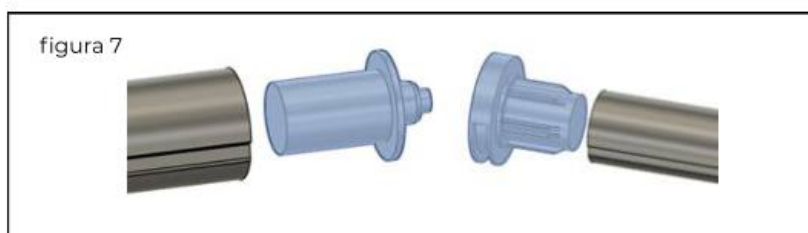

figura 7
12. Nel caso in cui volessi cambiare il lato dell'azionamento ti basterà sfilare argano e cuscinetto (dalla parte opposta) per poi riposizionarli nel lato desiderato. (figura 7)